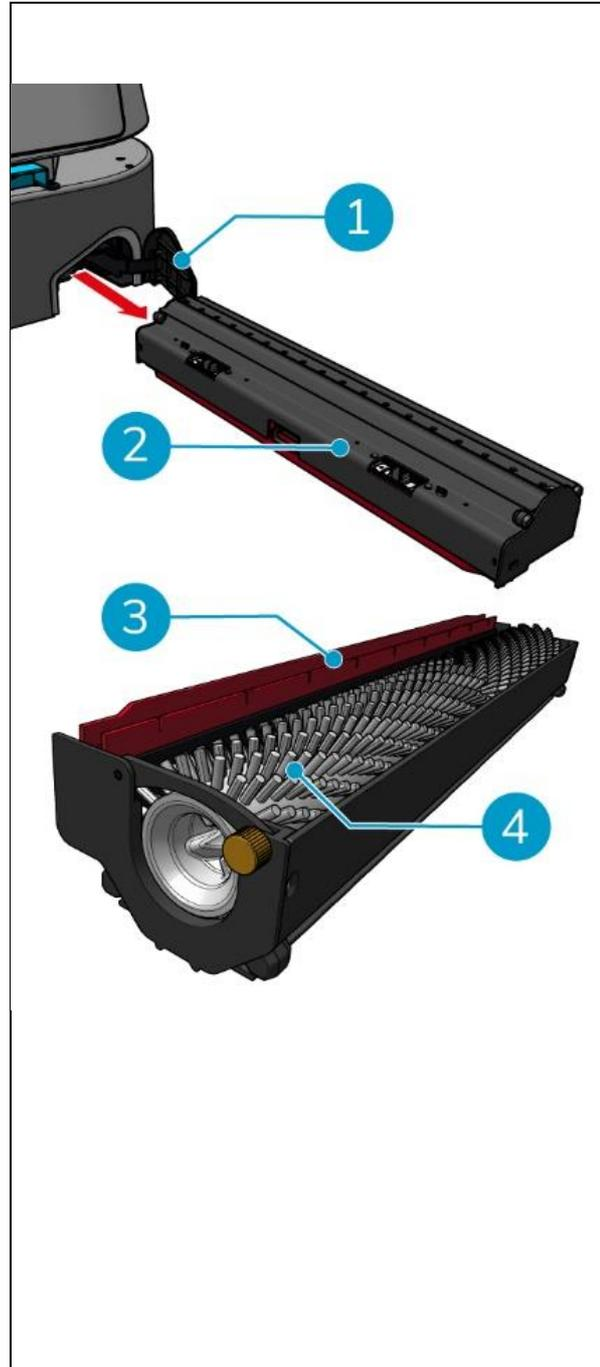

Figura 33
1. Abra la tapa del compartimento del cepillo de rodillo y de la escobilla de goma (Figura 33, pos. 1).
2. Saque el cepillo del rodillo y el soporte de la escobilla de goma del compartimento (Figura 33, pos. 2), a lo largo del carril lateral superior.
4. Compruebe si las hojas de la escobilla de goma (Figura 33, pos. 3) están limpias e intactas.
6. Compruebe si el cepillo del rodillo (Figura 33, pos. 4) está limpio e intacto.